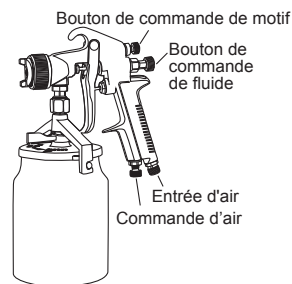

Figure 1 - l'Installation de la Cartouche de Peinture d'Alimentation de Pression
1. Retirez le pistolet et attachez à une boîte de peinture appropriée avec environ 3/4 plein de peinture. Référez-vous à l'Installation de la Cartouche de Peinture d'Alimentation de Pression dans la Figure 1. Assurez-vous que la cartouche est installée avec le pistolet fermement et correctement.